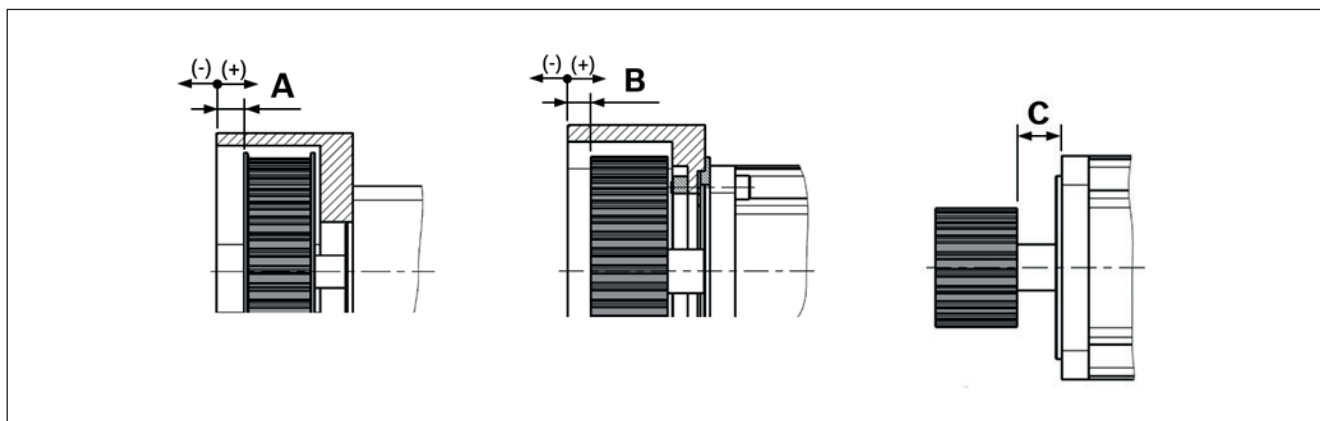

Fig. 24: Abstandsmaße A / B / C
3. Abstand **B** zur Grundplatte (**1**) einstellen ➡ Fig. 24, Tabelle 15.